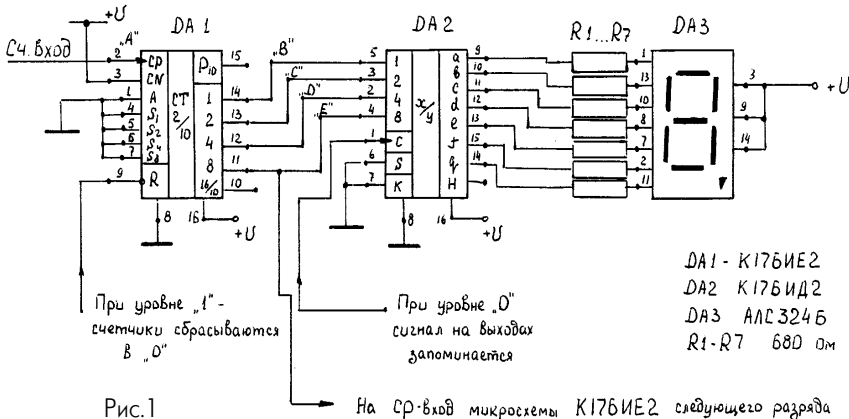
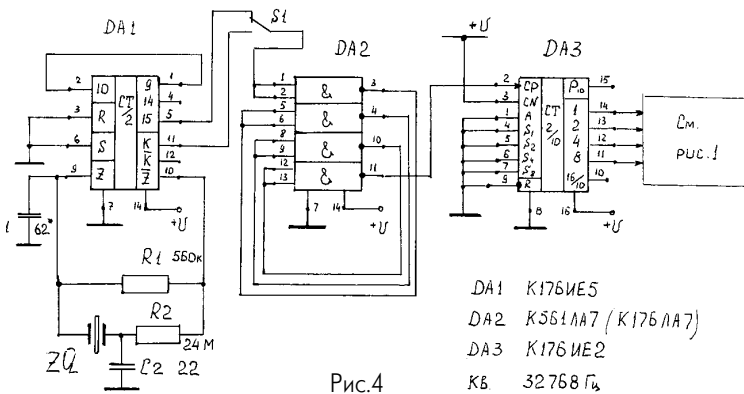

Рис. 1
Рис.4
- Никакого такого, как ты полагаешь, "исследовательского центра" здесь не требуется - веско сказал Сан-Саных. - А требуется здесь, юные мои друзья, некий специализированный узелок, принципиальная схема которого показана на рис.4. Оконцовка этого узелка должна быть в точности такой, что была ранее показана на рис.1.